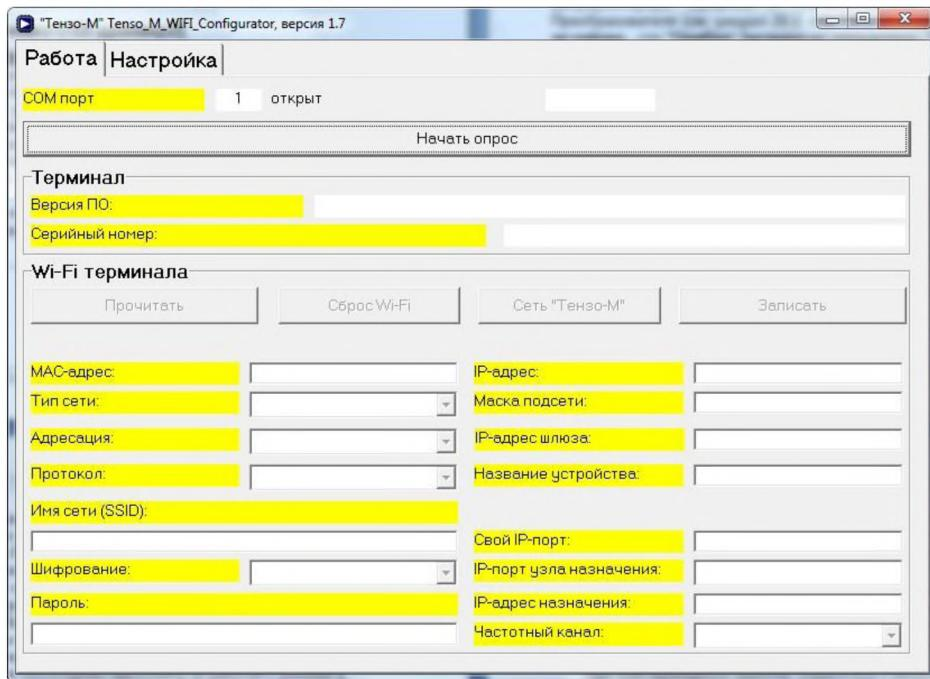

Рис. 5.1. Окно программы после запуска.
4.3. После запуска на дисплее компьютера появится окно, изображённое на рис. 5.1 на стр. 6.
5.1. После запуска программы «Tenso-M_WIFI-Configurator» на дисплее компьютера появится окно, изображённое на рис. 5.1.